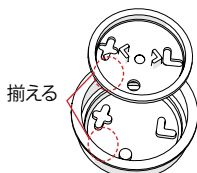

図1
- ステップ5 プラスチックディスクをメンブレンに挿入します。図1
ステップ7 バンパーを所定の位置にスライドさせ、ウォーターシールドの取り付け穴がバンパーの取り付け穴と揃うようにします。図1
ステップ8 3/16"の六角レンチを使用して2本のネジを取り付け、20インチポンドで締めます。図1